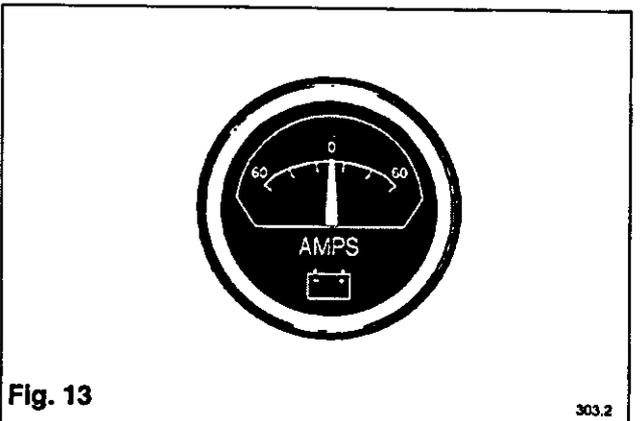

Fig. 13
**Ampèremètre (Ampères) Fig. 13**